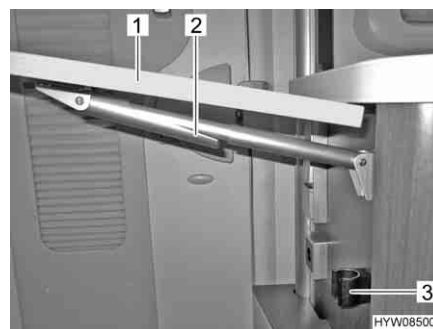

Fig. 53 Chiusura del tavolo ribaltabile su bancone
- Afferrare il tavolo ribaltabile su bancone (Fig. 53,1) sull'esterno e sollevarlo leggermente. Con l'altra mano ruotare e abbassare il dispositivo di fissaggio (Fig. 53,2) sul supporto telescopico.
- Abbassare il tavolo ribaltabile, finché il supporto telescopico non ingrana nel supporto (Fig. 53,3).